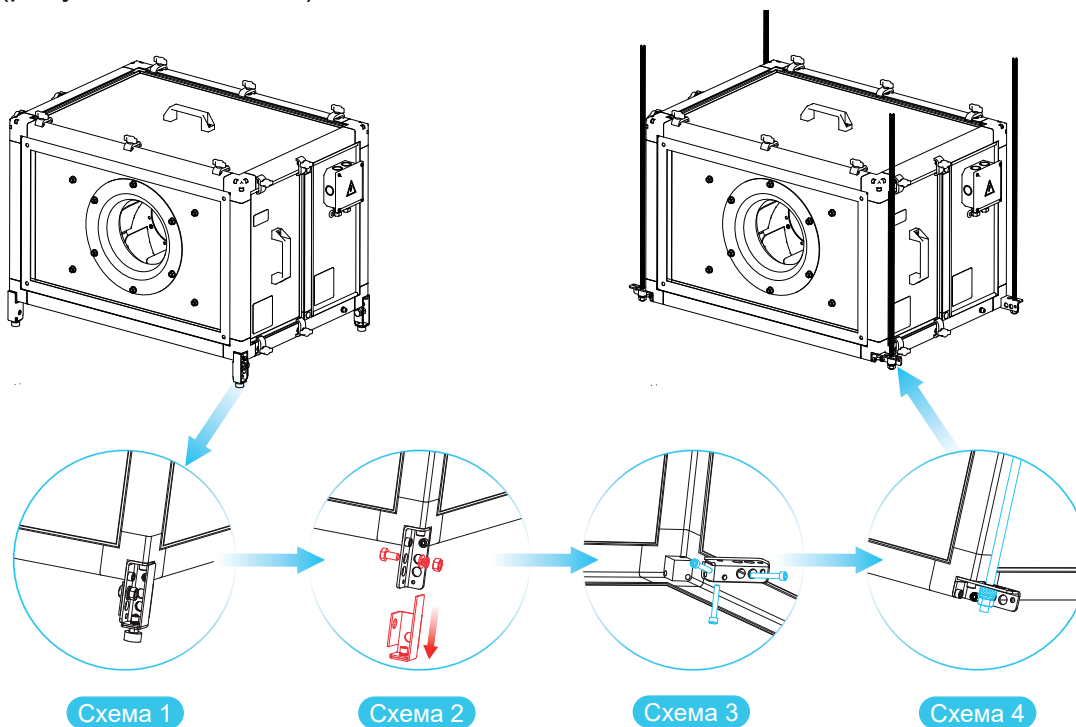

Рисунок 5.3 – Изменение способа монтажа из напольного в подвесной
5.10 При необходимости изменения способа монтажа из напольного в подвесной, демонтируйте корпус ножки (рисунок 5.3, схема 2). Выкрутите винты, которые крепят универсальный уголок и переверните его в положение, как показано на рисунке 5.3, схема 3. Закрепите уголок. Далее установите виброшайбу (поставляются в комплекте с вентилятором), проденьте шпильку (допустимая шпилька М6-М10) и зафиксируйте шайбой с гайкой (рисунок 5.3 схема 4).